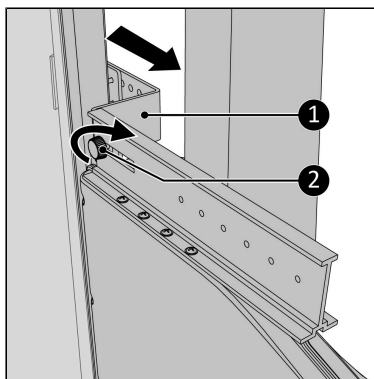

Figura 81.
9. Trageți suportul cât mai mult posibil spre dumneavoastră (Figura 81, nt. 1) astfel încât să se fixeze corect.
10. Strângeți capacul filetat (Figura 81, nt. 2).